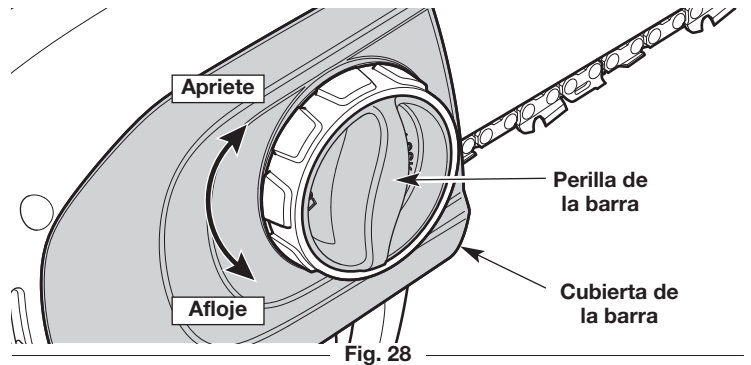
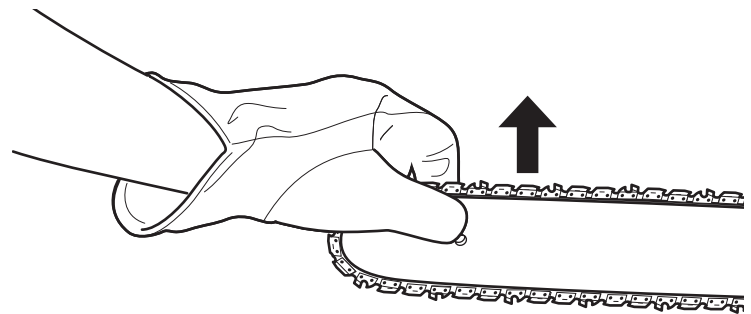

Fig. 28
Fig. 29
1. Gire la perilla de la barra en el sentido contrario a las agujas del reloj para aflojar el acoplador (Fig. 28). **NO** saque completamente la tapa de la barra.
3. Continúe sosteniendo la punta de la barra hacia arriba (Fig. 29). Gire la perilla de la barra en el sentido de las agujas del reloj para ajustar de manera segura la tapa de la barra (Fig. 28).
1. Gire la perilla de la barra en el sentido contrario a las agujas del reloj para aflojar la tapa de la barra (Fig. 28).
8. Gire la perilla de la barra en el sentido de las agujas del reloj para apretar la cubierta de la barra (Fig. 28). **NO** apriete completamente la perilla de la barra.
10. Sostenga la punta de la barra hacia arriba (Fig. 29). Gire la perilla de la barra en el sentido de las agujas del reloj para ajustar de manera segura la tapa de la barra (Fig. 28).